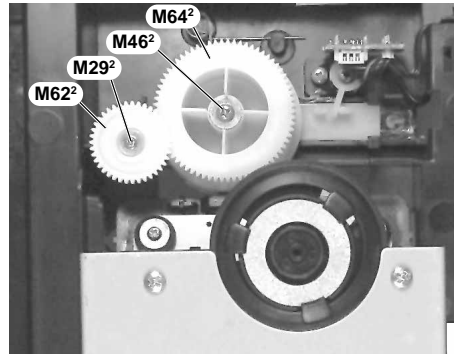

Fig. 17
- Die Schrauben **M292**, **M462** herausschrauben, das Zahnrad **M622** und das Kurvenrad **M642** abnehmen (Fig. 17).
- Undo screws **M292**, **M462**, take out gearwheel **M622** and cam **M642** (Fig. 17).